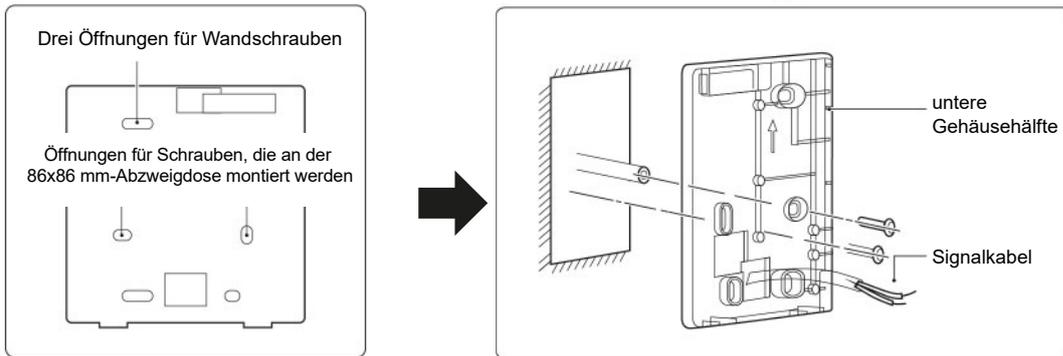

Abbildung 42: Installation im Schaltkasten
2. Die untere Gehäusehälfte mit drei Schrauben und Dübeln direkt an der Wand montieren. Alternativ mit zwei Schrauben die untere Gehäusehälfte an einer 86x86 mm-Abzweigdose montieren und dann mit einer weiteren Schraube und einem Dübel an der Wand befestigen, siehe „Abbildung 42: Installation im Schaltkasten“ auf Seite 66.